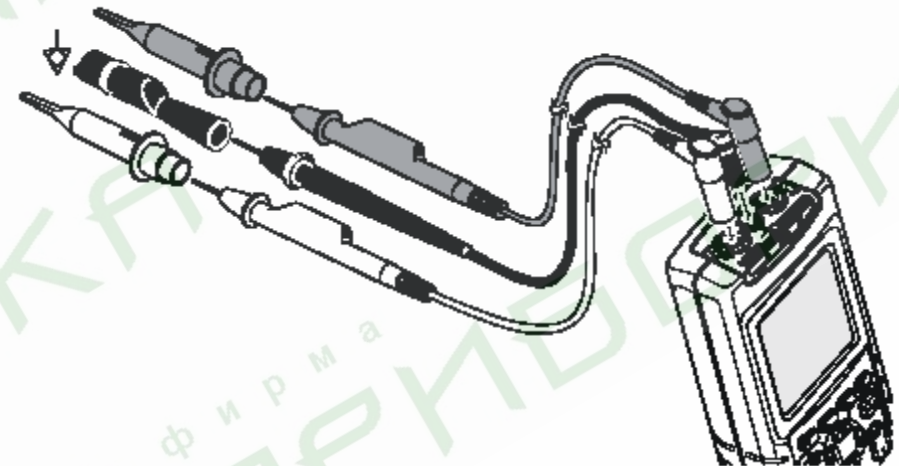

Рис. 3-3. Заземление при помощи неэкранированного заземляющего кабеля
- - Используйте неэкранированный черный заземляющий провод на общий провод COM для выполнения измерений сопротивления (Ω), целостности цепей, характеристики диода и емкости. (См. Рис. 3-3.)